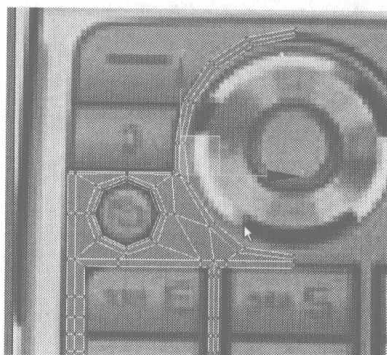
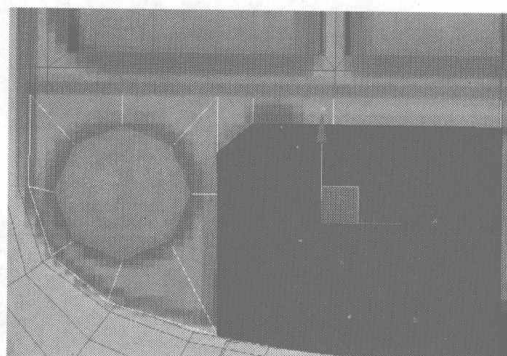

图 4.551
图 4.552
- 28** 在 Front 视图中，继续在功能键与导航键位置分别添加、调整细分线，如图 4.551 所示，切换为面编辑，将手机键盘下方如图 4.552 所示的面分离。